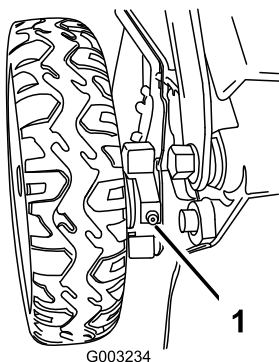

Figure 38
1. Essuyez les graisseurs situés juste à l'intérieur des roues arrière avec un chiffon propre (Figure 38).